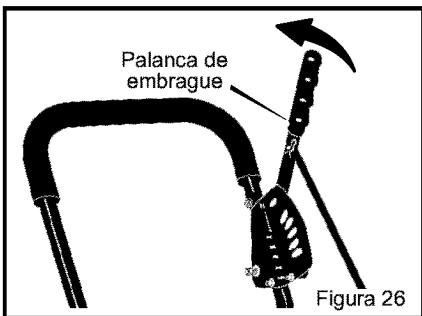

Figura 26
1. Mueva la palanca de embrague hacia atrás hasta la posición DESENGANCHADA. Luego, mueva el control del acelerador a la posición de IDLE o SLOW, si es posible. Ver la Figura 26.